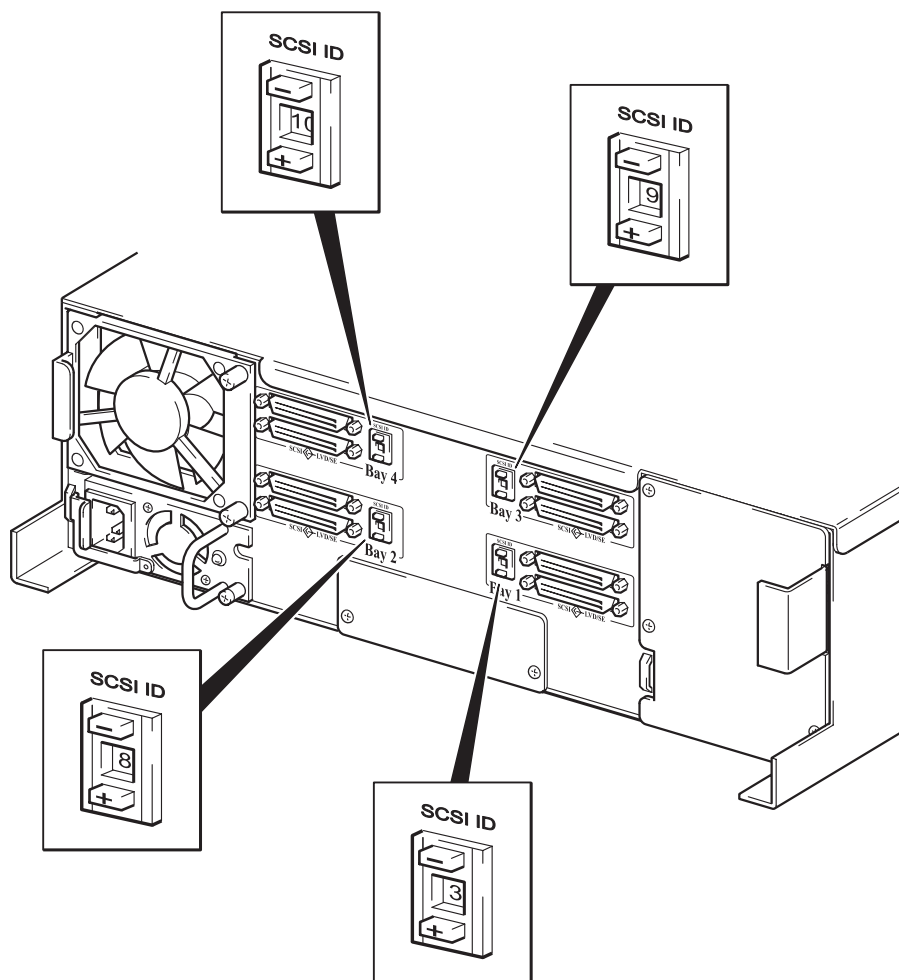

Рис. 2. Установка SCSI-адреса
- 2 Установите выбранный адрес с помощью соответствующего переключателя на задней панели массива (см. Рис. 2). При последовательном подключении устройств к одной шине SCSI каждое из них должно иметь одинаковый тип SCSI и уникальный SCSI-адрес. Не подключайте последовательно к одной шине более двух устройств.